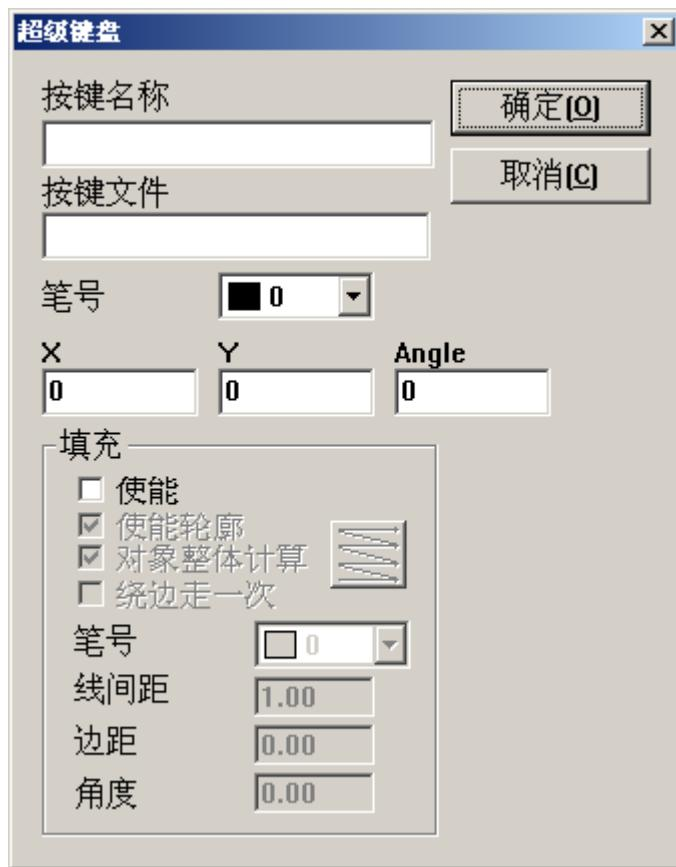

图 8-21
3. 点击按键列表下面的 **增加** 按钮， 然后系统弹出如下图 8-21 对话框：